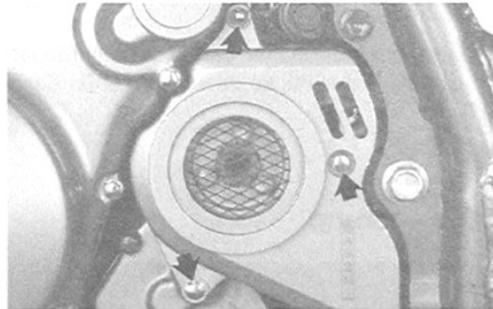

Bild 50
- Ritzelabdeckung (Bild 50) und Generatordeckel (Bild 74) abnehmen.